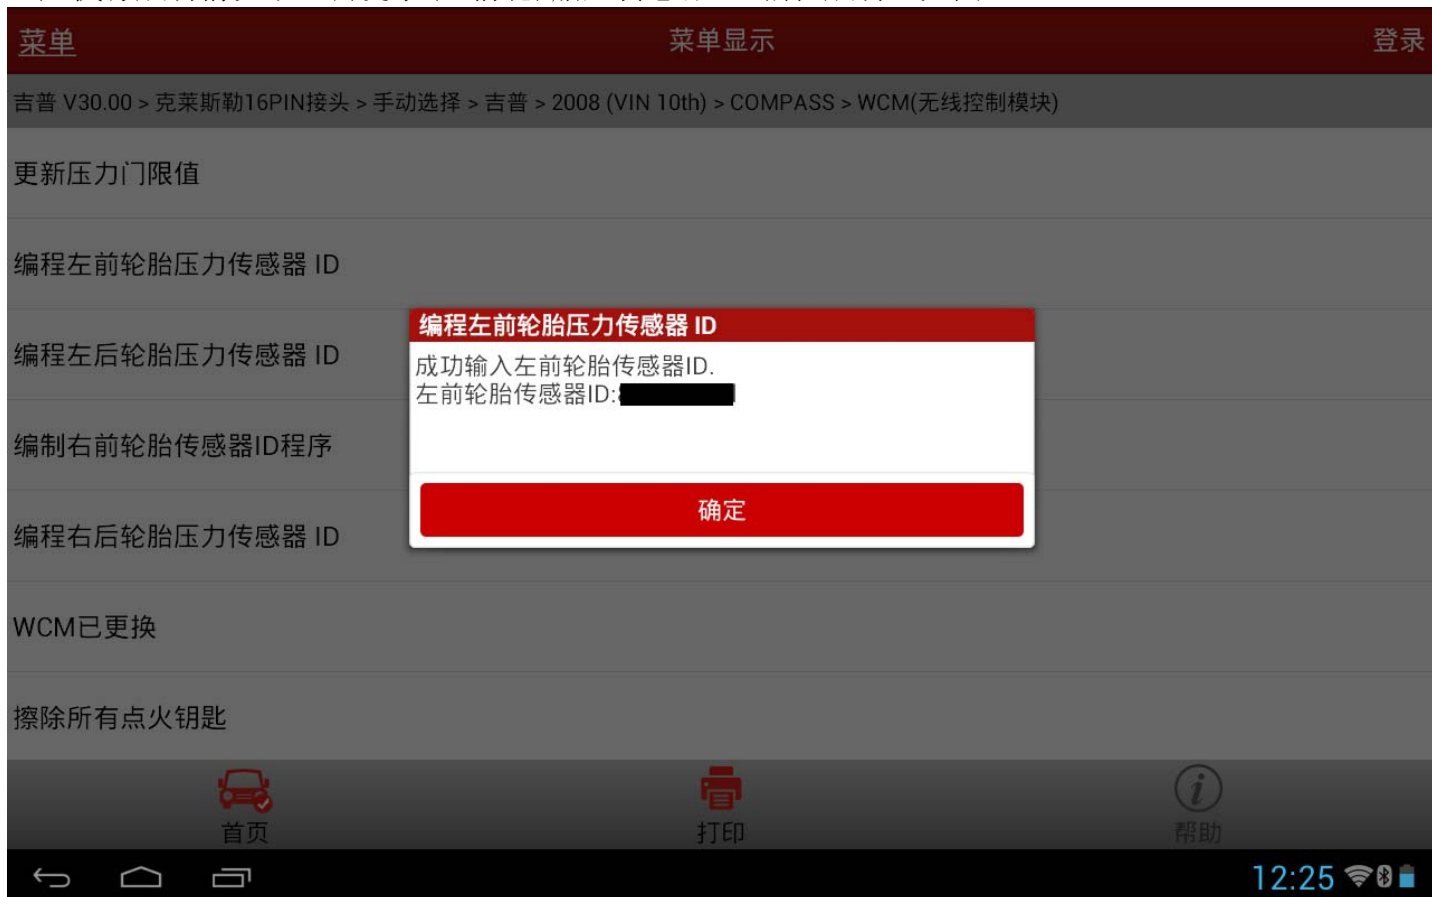

图 5
11). 执行成功情况下，会提示(左前轮)胎压传感器 ID 编程成功，如图 5。